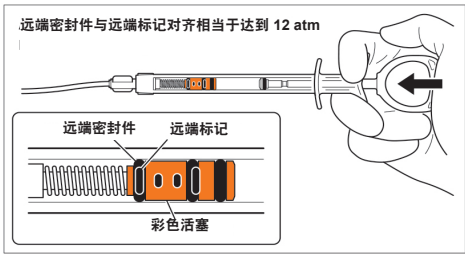

图 5：远端密封件与远端标记之间对齐
d. 推柱塞杆，直至橙色活塞上的远端黑色密封件与充盈注射器的远端黑色标记对齐，对系统进行测试充盈（参见图 5）。如果密封件与黑色标记未对齐，请断开充盈注射器与延长管线的连接，然后重复准备过程。
a. 缓慢推动充盈注射器柱塞杆，充盈球囊。应缓慢增加压力（3 - 5 秒），直至橙色活塞触底（活塞的远端黑色密封件到达充盈注射器上的远端黑色标记处 – 见图 5）。如果未对齐，使球囊收缩并取出 XprESS 装置并进行测试充盈（如系统准备章节的步骤 2.d 和 2.e 所述）。远端标记和远端密封件对齐将确保达到 12 atm 的压力。